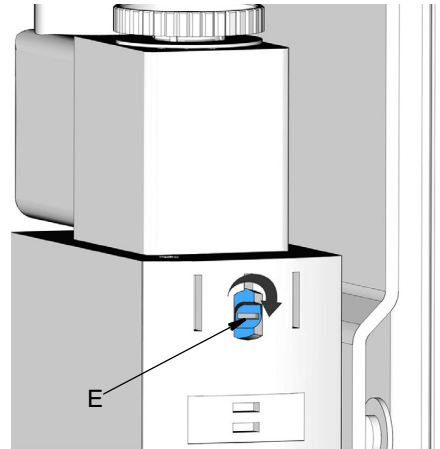

FIG. 14
El tornillo del interruptor de control manual azul (E) de la FIG. 14 está en la posición de anulación.